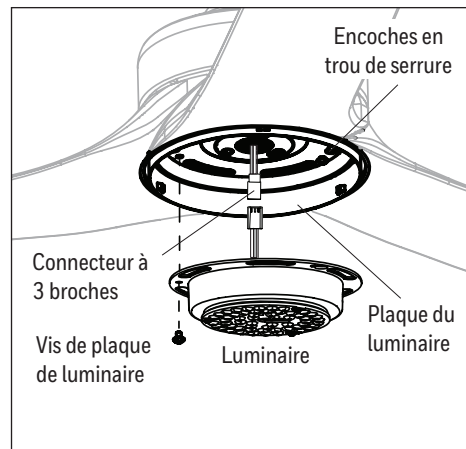

Figure 5.5
- Retirez l'une des trois vis de la plaque du luminaire et desserrez les deux autres vis sans les retirer. Raccordez le connecteur à 3 broches du ventilateur au connecteur à 3 broches de luminaire. Soulevez les deux encoches en trou de serrure du luminaire par-dessus les deux vis desserrées de la plaque du luminaire, puis tournez le luminaire dans le sens des aiguilles d'une montre. Ensuite, fixez le luminaire à la plaque du luminaire à l'aide de la vis de la plaque du luminaire retirée précédemment. Serrez toutes les vis (Figure 5.5).